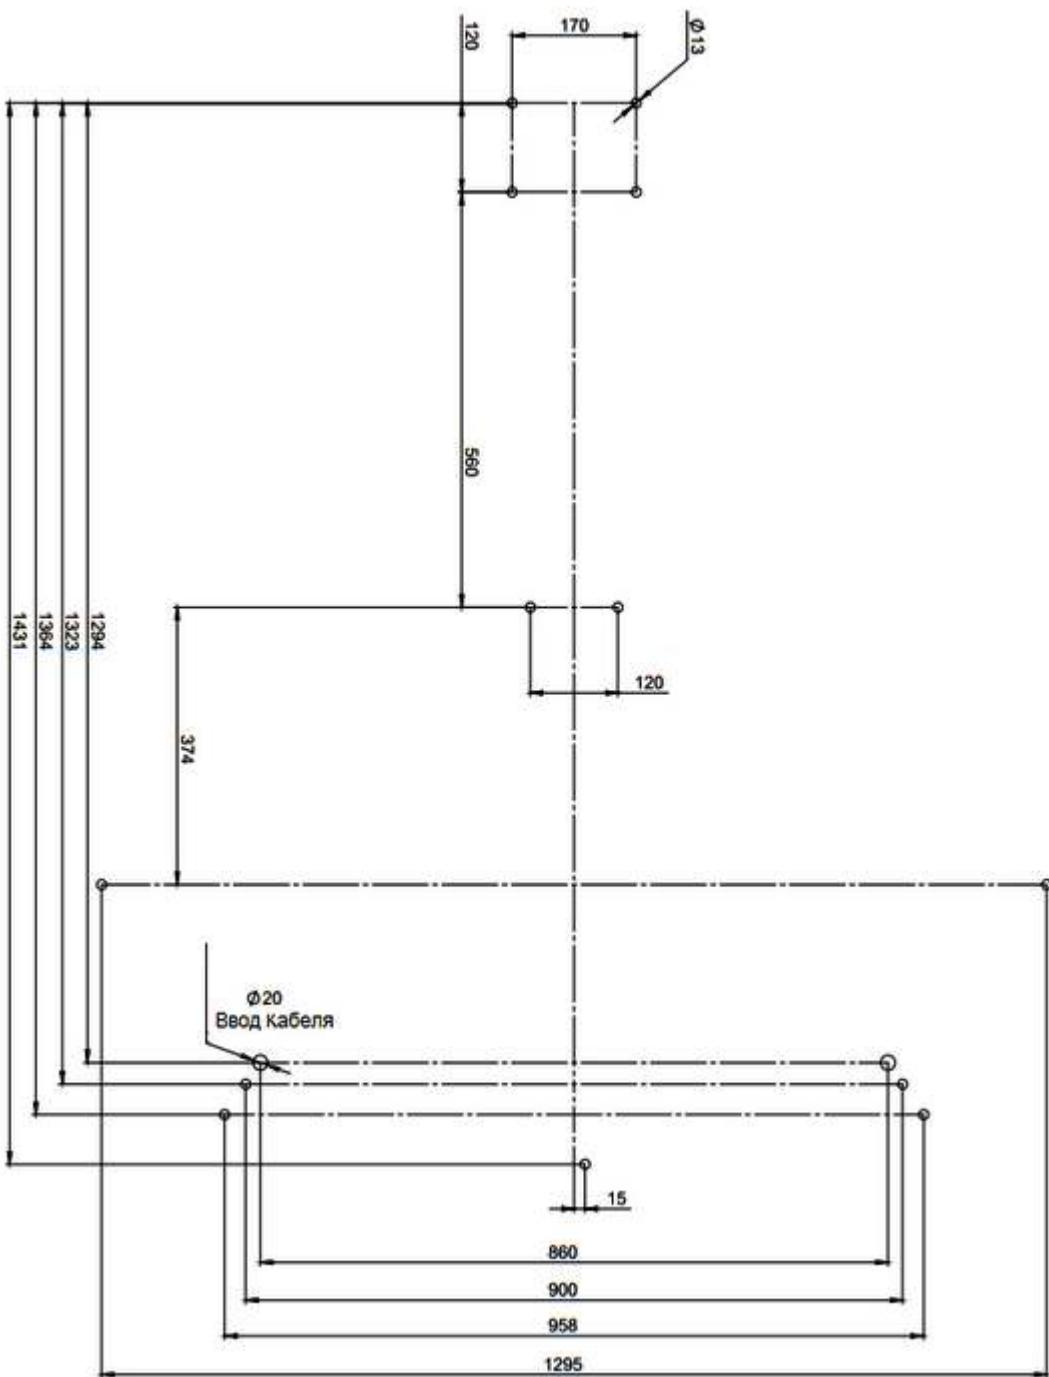

Рисунок 4 – Шаблон для установки турникета
4.2.4 Рисунок 4 – по установочным размерам, подготовьте 9 отверстий диаметром 18 мм в полу под анкеры крепления стойки турникета глубиной 80 мм.